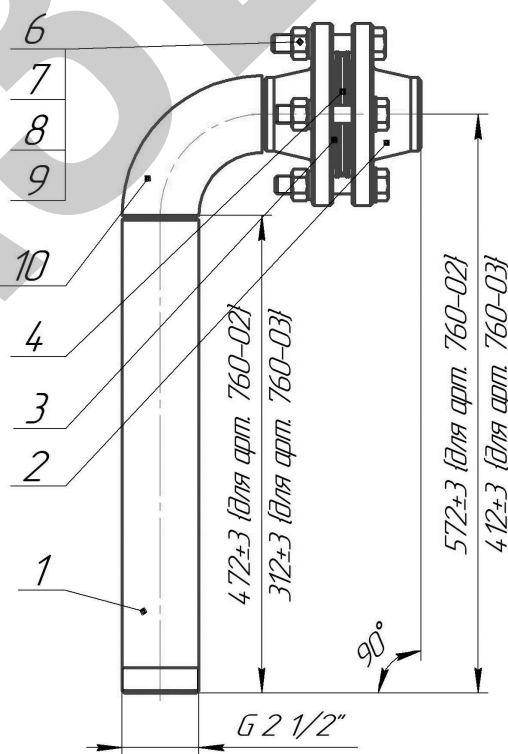

Рисунок 4 – Фланцевый патрубок
- подвести отвод противопожарного трубопровода, с условным проходом $D_u=65$ мм, к фланцевому патрубку и произвести приварку к ответному фланцу 2 (рис.4). Произвести защиту от коррозии противопожарного трубопровода с фланцем.
- подключить противопожарный трубопровод к фланцевому патрубку через диафрагму 4, уплотняя соединение прокладками 3, с использованием болтовых соединений (рис.4).